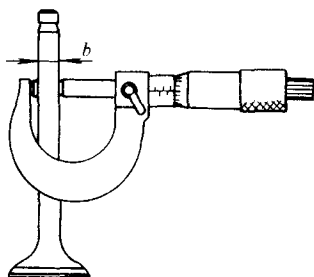

图 1-16 测量气门杆外径和气管导管内径
1. 检查气门杆与气门导管的配合间隙 如图 1-16 所示,测量气门杆外径 b 、气门导管内径 a ,则气门杆与气门导管的配合间隙为 $a-b$ 。其值超过使用极限值时,应更换气门导管。